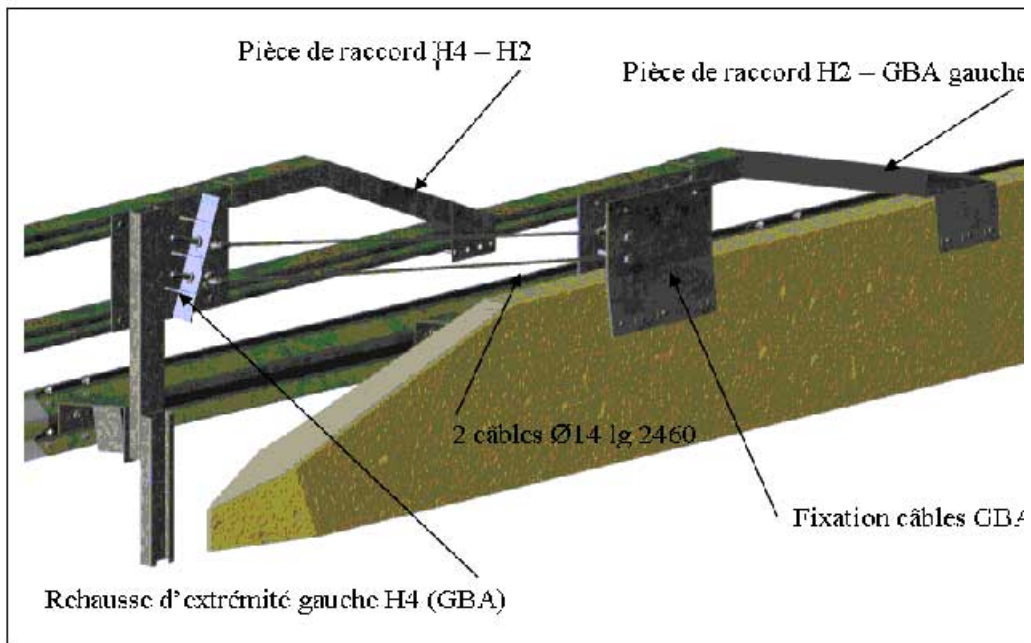

Figure 15 Barrière de niveau H4
La barrière Systech de niveau H4 peut être raccordée à la barrière de niveau H2 (figure 13), aux glissières métalliques de profil A (figure 14) et aux séparateurs en béton GBA ou DBA (figure 15).
- Figure 15. - Barrière Systech H4 - Raccordement sur GBA/DBA.